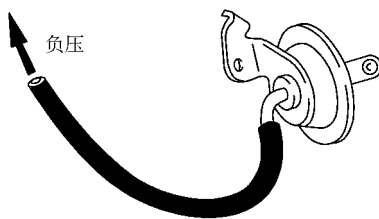

图 2-11 检查阻风门强制开启阀膜片
(7) 检查阻风门强制开启阀 (CO) 的膜片。向膜片施加负压，负压不应马上下降，检查连杆是否移动，如图 2-11 所示。